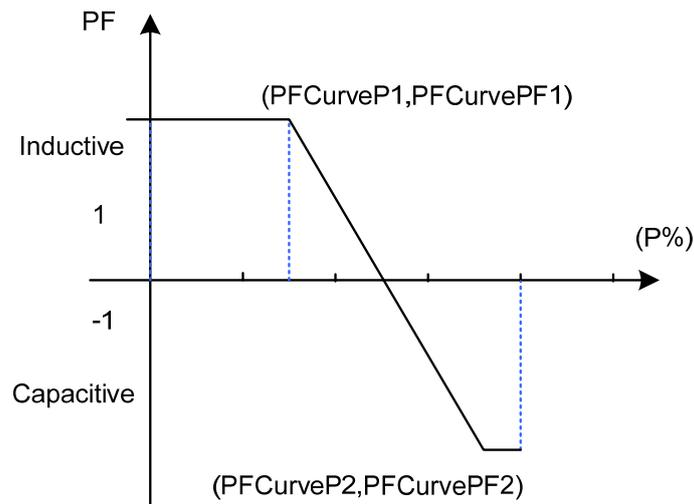

Figura 6-17 Modo de Curva PF(P)
- PF(P) Curve: Modo de curva PF. Nota: o fator de potencia muda de acordo com a alteração da potencia, como mostra a figura 6-17.